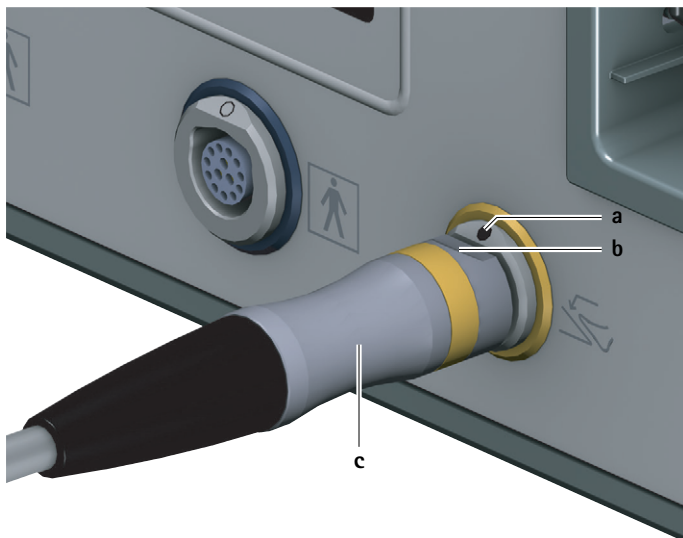

Fig. 2 Anslut fotstyrning
- Rikta fotstyrningens kontaktstycke c så att markeringen b på kontaktstycket stämmer överens med markeringen a på fotstyrningens 6 anslutningsuttag, se Fig. 2.
- Dra ut kontakten för fotstyrningen **c** från anslutningsuttaket för fotstyrningen **6**, se Fig. 2.